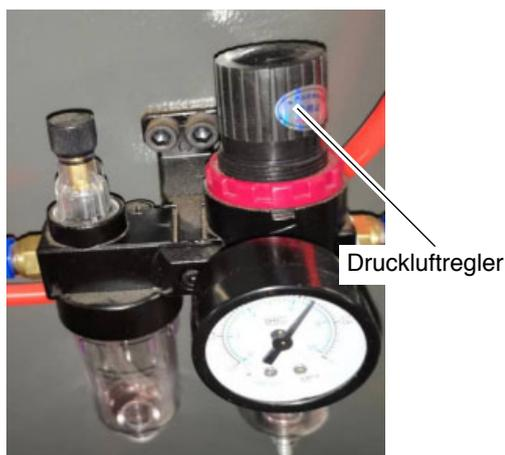

Abb. 15: Druckluftanpassung
Schritt 3: Schalten Sie die Druckluftzufuhr ein. Überprüfen Sie auf dem Manometer den Druck - die Anzeige soll ca. 6,2 bar anzeigen. Wenn der Druck nicht mit den Angaben übereinstimmt, stellen Sie ihn mit dem Drehknopf (Abb. 15) wie folgt ein: